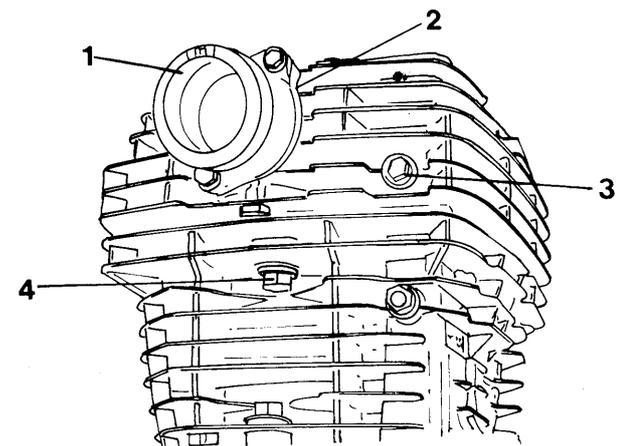

Bild 41 Zylinderkopf ausbauen
- Unter Bezug auf Bild 41:
- Vergaserverbindungen (1) und Distanzstück entfernen.
- Die Zylinderkopfmutter (4) entfernen.
- Kettenspannerschraube (2) und Unterlagscheibe entfernen.